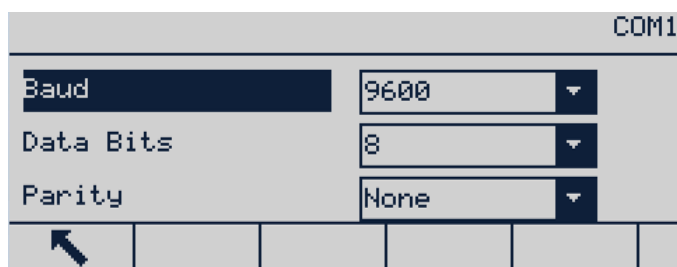

Figura B-26: Tela de Configuração COM1
6. Acesse **Comunicação | COM1** e verifique se os parâmetros de comunicação da impressora GT800 são exibidos como mostrado na **Figura B-26**.